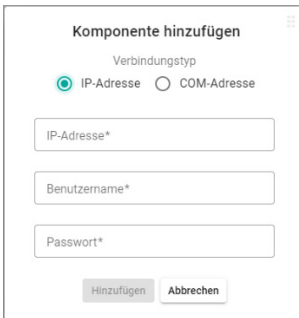

Abb. 5-7: Fenster *Komponente hinzufügen*
- ▶ Fenster *Komponente hinzufügen* wird geöffnet (→ Abb. 5-7).